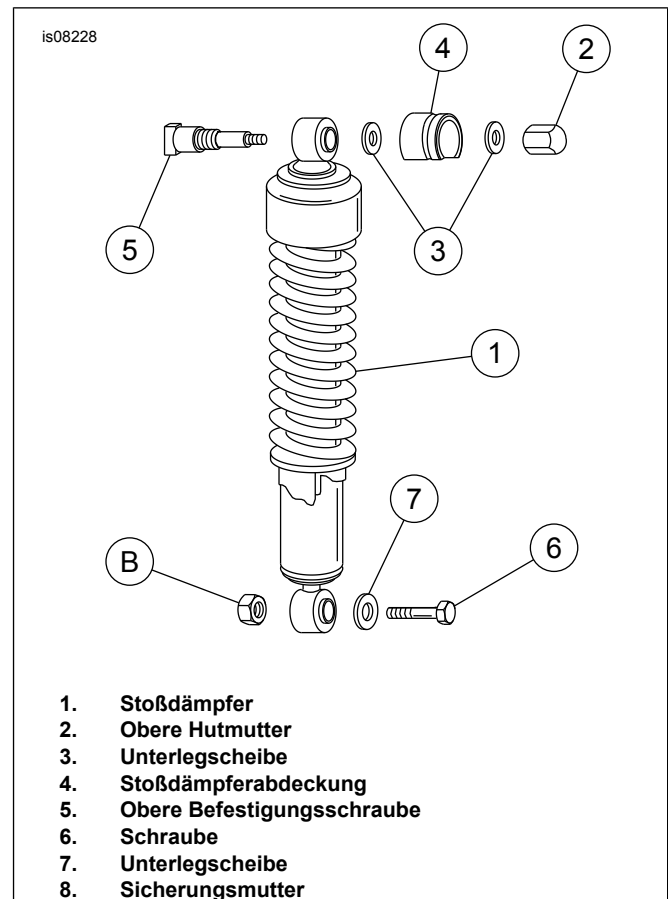

Abbildung 6. Stoßdämpferausbau – Nur für Hugger-Modelle
4. Siehe Abbildung 6. Hinterradschutzblech und Rahmen sicher abstützen. Den linken und rechten Stoßdämpfer abnehmen, indem die obere Mutter (2), Unterlegscheibe(n) (3) und Stoßdämpferabdeckung (4) entfernt werden. Schraube (6), Unterlegscheibe (7) und Sicherungsmutter (8) an der unteren Stoßdämpferhalterung entfernen. Stoßdämpfer abnehmen.
6. Siehe Abbildung 6. Die Stoßdämpfer mit den ursprünglichen Befestigungsteilen einbauen. Hutmutter (2) auf ein Drehmoment von 28,5–47,5 N·m (21–35 ft-lb) anziehen. Sicherungsmutter (8) auf ein Drehmoment von 40,7–67,8 N·m (30–50 ft-lb) anziehen.